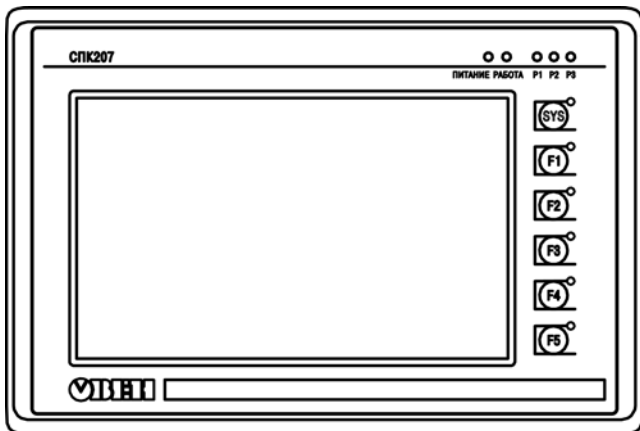

Рисунок 3.1 – Внешний вид лицевой стороны панели
На лицевой стороне панели (рисунок 3.1) расположены:
- кнопки: «SYS», «F1», «F2», «F3», «F4», «F5» и шесть соответствующих одноцветных единичных индикаторов, загорающихся в момент нажатия кнопки (рисунок 3.1,а).